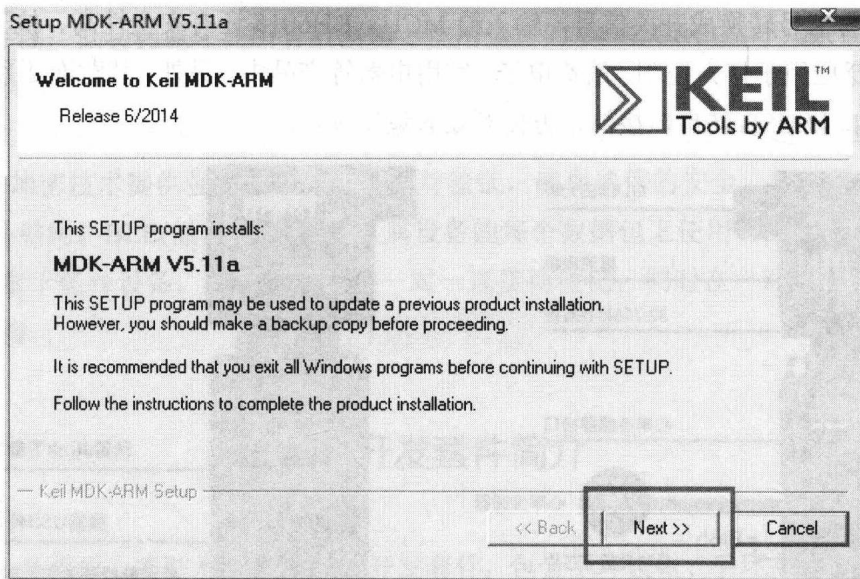

图 1.3-1
(1) 运行 mdk511a, 点击 “Next” 按钮, 如图 1.3-1 所示。